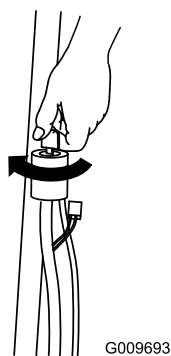
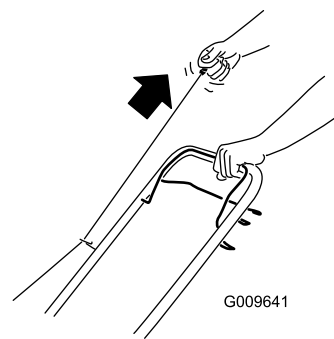

Figura 13
Figura 14
3. Gire la llave de contacto (Figura 13) (modelos de arranque eléctrico solamente) o tire del arrancador de retroceso (Figura 14).